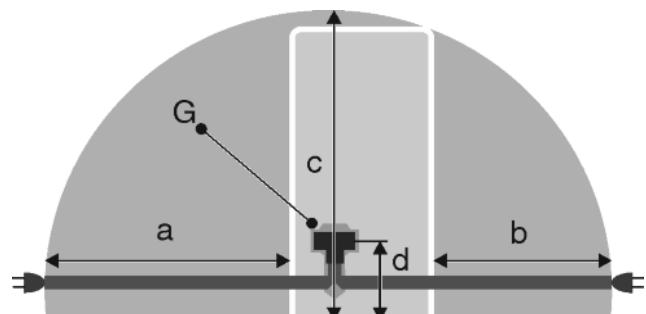

Fig. 51
- Розетка знаходитьться за межами зони задньої стінки пристрою у заданому діапазоні Fig. 51 (a, b, c).
- Штекер пристрою Fig. 51 (G) вставити на задній стінці пристрою. Слід звернути увагу на належну фіксацію.